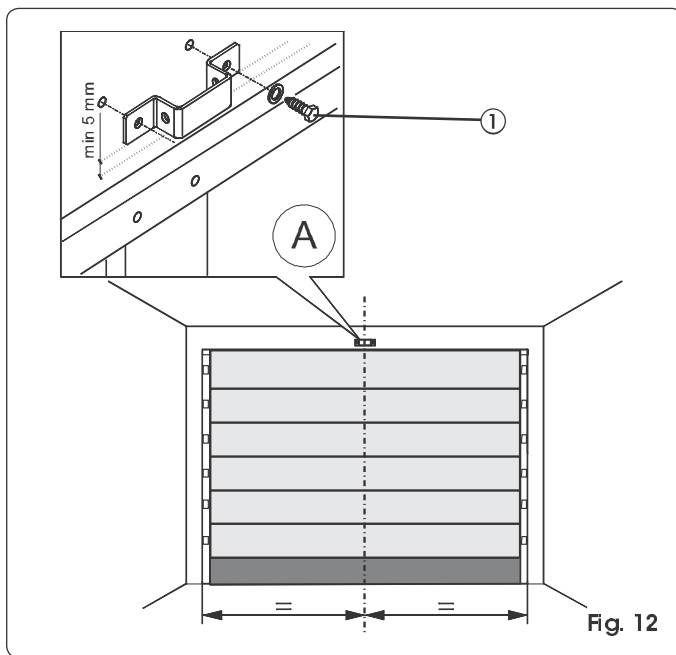

Fig. 12
- 1) Trek een streep op de latei ter hoogte van de verticale middellijn van de deur (Fig 12).
- 3) Zet de bevestigingsbeugel van de bevestiging aan de voorkant met de onderste rand minstens 5 mm boven het kruispunt van de strepen en gecentreerd op de verticale streep (Fig. 12). Zie ook paragraaf 7.2 voor de correcte plaatsing van de beugel ten opzichte van het bevestigingspunt op de deur.
- 5) Boor vervolgens de gaten en monteer de bevestigingspunten met behulp van de schroeven (ref. ① Fig. 12) **NIE**t bijgeleverd.